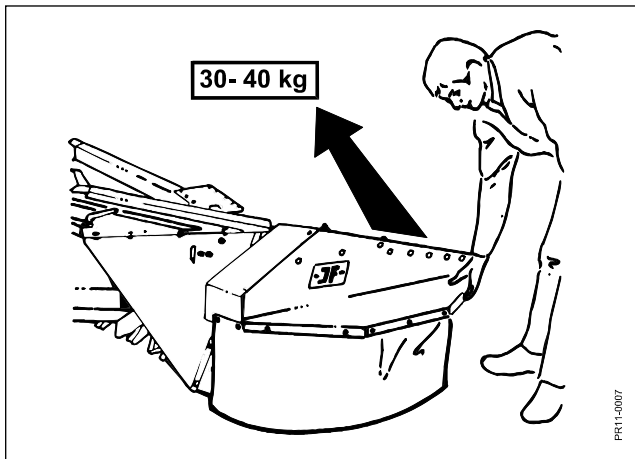

Fig. 3-7
**Fig. 3-7** Aflastningen af maskinen kontrolleres inden kørsel. Indstillingen af fjedrene kan nemmest måles ved at løfte i skærebordets højre side. Aflastningen bør her være indstillet, så maskinen kan løftes med en kraft på 30-40 kg.